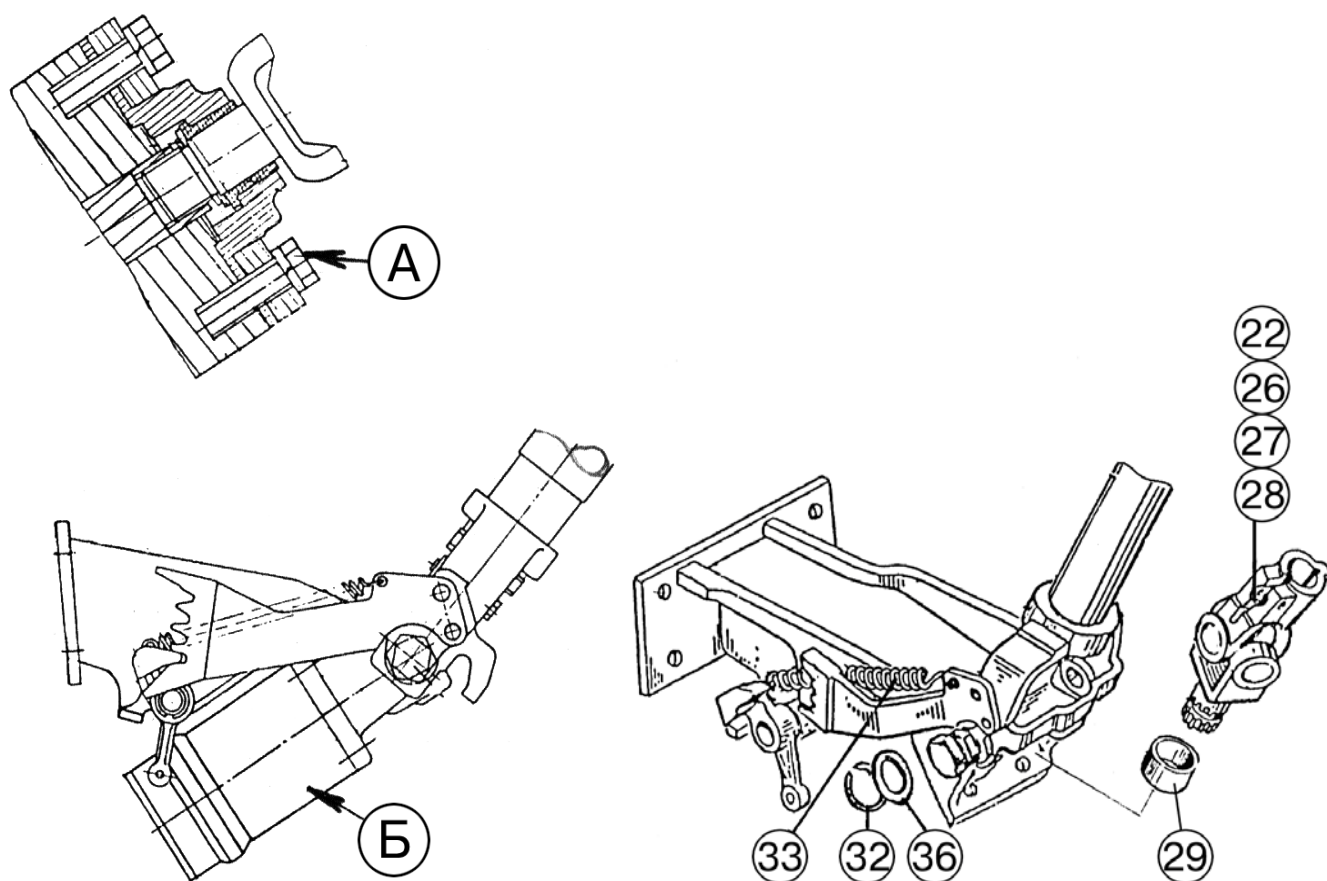

Рис.6.8
- 9) отверните болты «А», (рисунок 6.8), и снимите насос-дозатор «Б»;
- 10) снимите стопорное кольцо (32), (рисунок 6.8), и шайбу (36);
- 11) выньте карданное соединение (22), (26), (27), (28), (рисунок 6.8), и втулку (29);
- 12) снимите пружину (33), (рисунок 6.8).
6.2) заверните винты (30), (рисунок 6.8), до упора и законтрите гайками (38);